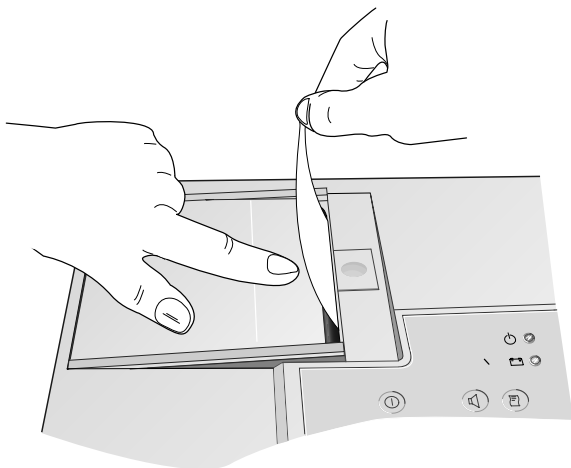

Bild 10-3. Schließen der Papierschachtklappe
- Nehmen Sie das erste Blatt nach rechts aus dem Papierschacht und schließen Sie gleichzeitig die Schachtklappe. Achten Sie darauf, daß sich das Papier vor dem Zudrücken der Klappe genau im Bereich der Andruckwalze befindet (Bild 10-3). Achten Sie auch darauf, daß die Klappe auf beiden Seiten richtig einrastet.